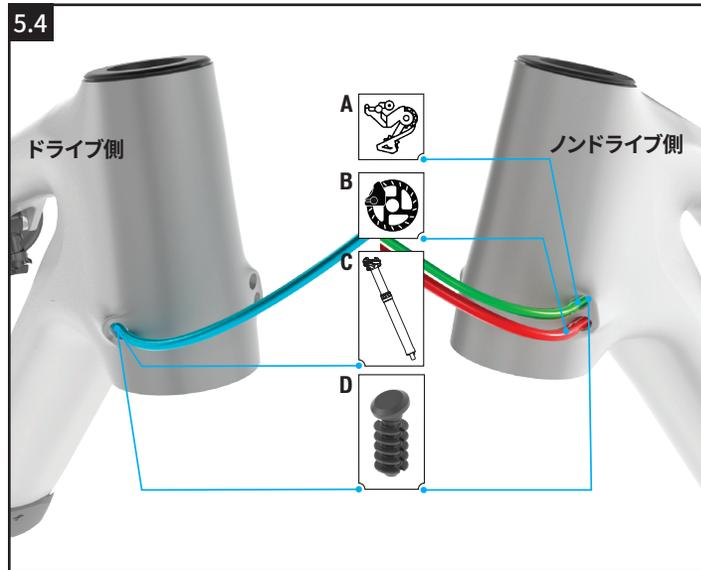

図5.4
- チェーンステーを、チェーンステーのノンドライブ側の内面にある出口ポート (A) に通し、ハウジングを静かに押してねじりながらメインピボット (B) から出します。
- ブレーキハウジングを、ダウンチューブ (C) のベースにあるノンドライブ側のポートに通し、ヘッドチューブのポートから出します (図 5.4)。
- チェーンステーを、ドライブ側のドロップアウト (A) の下方全部にある出口ポートに通し、ハウジングを静かに押してねじりながら、メインピボット (B) から出します。
- シフトハウジングを、ダウンチューブ (C) のベースにあるドライブ側のポートに通し、ヘッドチューブポートから出します (図 5.4)。